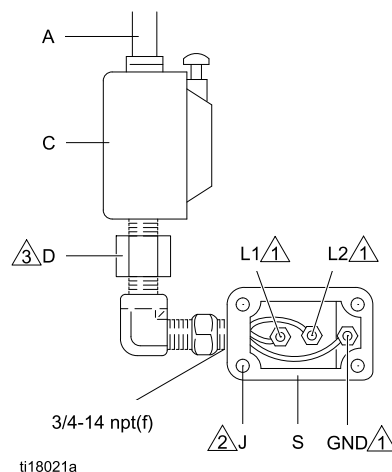

Figure 3 Подключение проводов питания, Однофазные
Для США и Канады необходимо проложить уплотнение кабелепровода (D) на расстоянии 457 мм (18") от двигателя. См. рис. 3.
2. См. рис. 3 и 4. В непосредственной близости от оборудования установите на линию подачи электропитания (A) устройство управления пуском и остановом (C). Устройство управления пуском и остановом должно быть одобрено для использования в опасных зонах.
3. Откройте электрический отсек (S) на двигателе.
Примечания к рис. 3 и 4
1. Подключите провод заземления питания к электрическому компоненту. См. рис. 3 и 4.